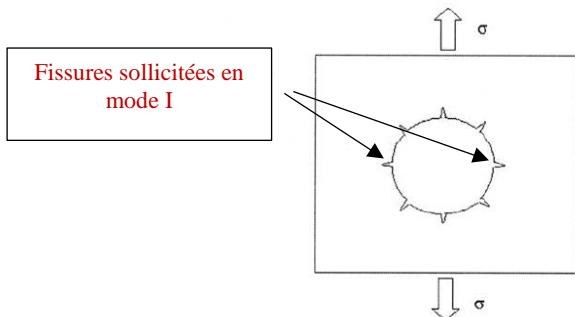

FIG. 5 - Trou de rivetage en présence de fissures.
2.2.1.a Sur la figure 5 , quelles seront les fissures les plus sensibles à la rupture brutale ? Justifiez le raisonnement.